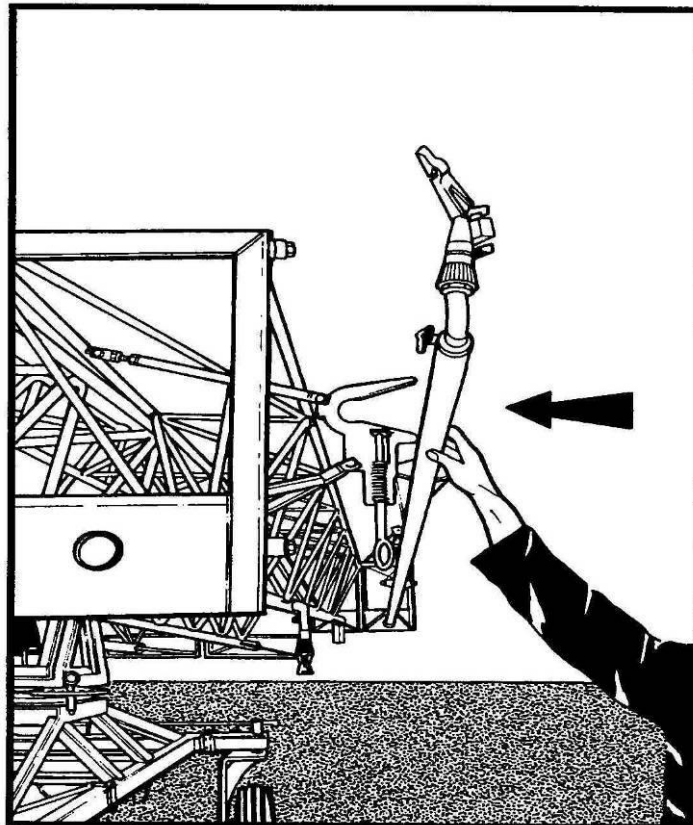

Abb.15
Die Endabschnitte des Auslegers und die Halterungen anbringen (Seite 14, Abb. 15). Sollen Regner am Ende des Auslegers eingesetzt werden, sind diese an die Endabschnitte anzubauen, vollständig anzuziehen und die Teilkreiseinstellung auf 1800 auswärts vom Endabschnitt einstellen. An Auslegern mit versetzter Schlauchzuführung ist die Deichsel an der Lenkgabel anzubringen und das Wassereinlassrohr am Querträger anzuschrauben. An Auslegern für Geradeauszug wird die Deichsel gleichzeitig als Wassereinlassrohr eingesetzt. Die Anschlagketten befestigen (Seite 16, Abb. 17). Der Ausleger ist jetzt einsatzbereit.
- 5: Den Endabschnitt lösen, dazu die Griff hoch drücken und den Abschnitt um 180° schwenken. Den Ausleger in seiner Auflage sichern und sicherstellen, dass der Sperrstift vollständig eingerastet ist (Abb. 15).
- 8) Kontrollieren, dass der Ausleger von den Auflagen mittig gehalten wird. Bei Bedarf nachstellen (Seite 14, Abb. 15).